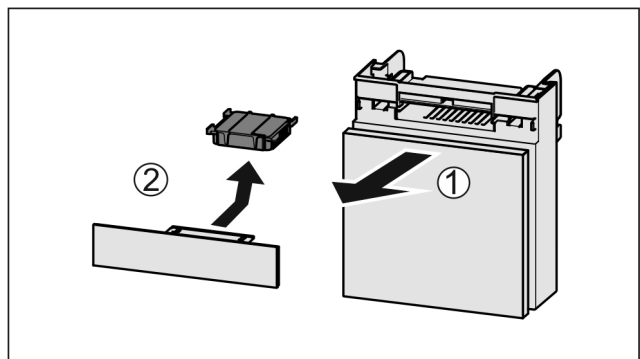

Fig. 60
- ▶ Fach nach vorne herausziehen *Fig. 60 (1)*.
- ▶ Aktivkohlefilter entnehmen *Fig. 60 (2)*.